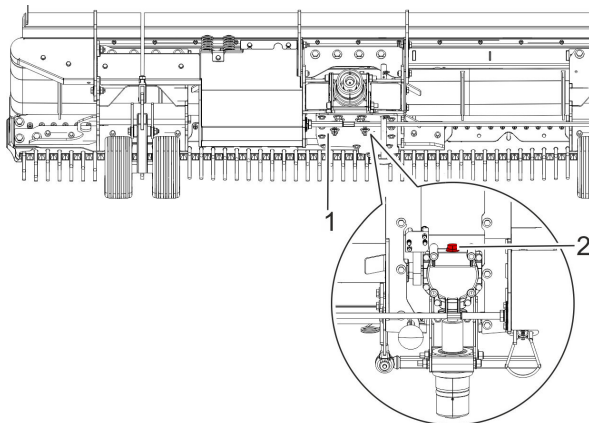

Abb. 57: Getriebeöl kontrollieren
3. ▶ Mit dem Schraubenschlüssel Schrauben lösen. Abdeckung (Abb. 57/1) entfernen.
4. ▶ Einfüllschraube (Abb. 57/2) lösen.
7. ▶ Einfüllschraube (Abb. 57/2) festdrehen.
8. ▶ Abdeckung (Abb. 57/1) montieren.
3. ▶ Mit dem Schraubenschlüssel die Schrauben lösen. Abdeckung (Abb. 57/1) entfernen.
6. ▶ Einfüllschraube (Abb. 57/2) festdrehen.
8. ▶ Einfüllschraube (Abb. 57/2) lösen und vorgeschriebenes Getriebeöl bis an den Rand der Einfüllöffnung nachfüllen.
9. ▶ Einfüllschraube (Abb. 57/2) festdrehen.
10. ▶ Abdeckung (Abb. 57/1) montieren.